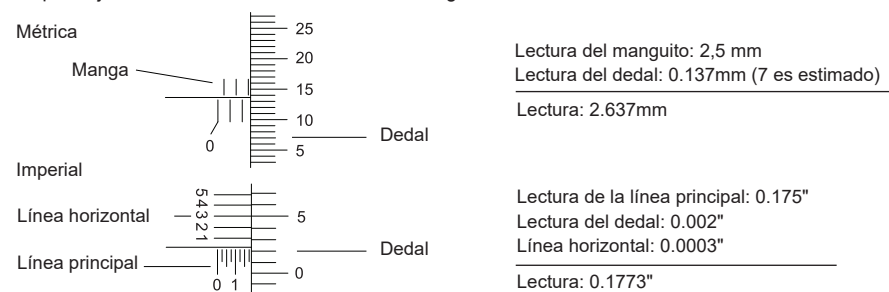

Fig.1
- Apriete el tornillo de bloqueo, utilice la llave para girar el manguito (Fig.1), ajuste la lectura a cero.